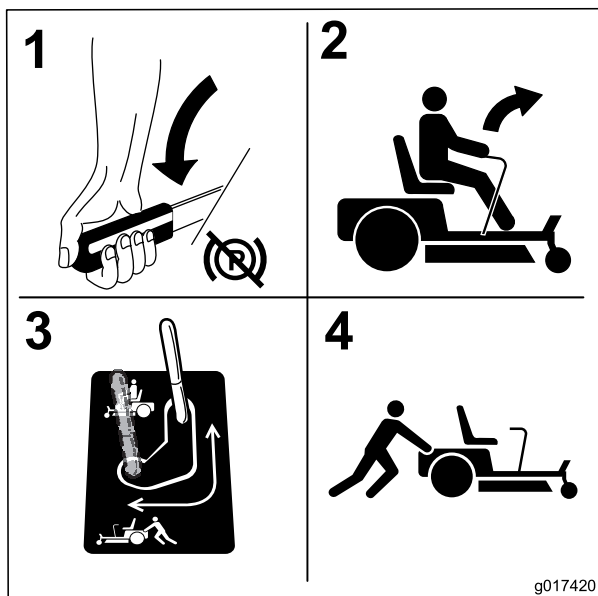

Figura 29
3. Para empujar la máquina, mueva las palancas de desvío hacia atrás y hacia fuera para bloquearlas en esa posición (Figura 29).
6. Para conducir la máquina, mueva las palancas de desvío a la posición delantera (Figura 29).